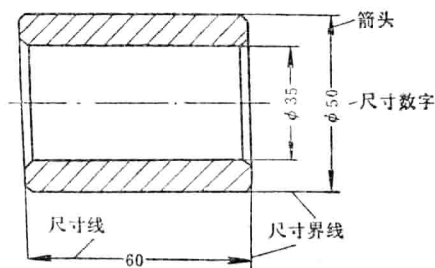
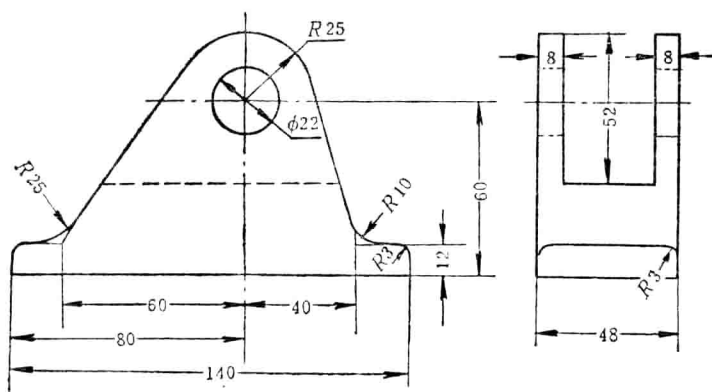
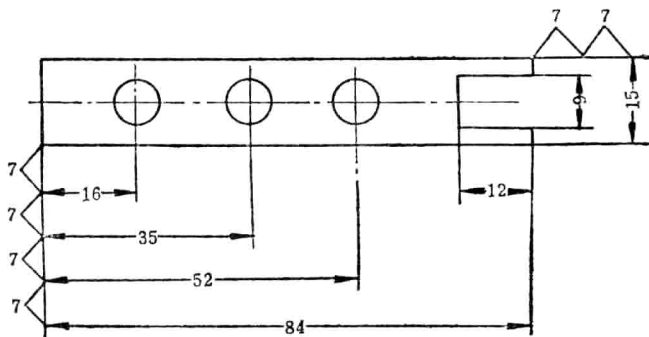

图3 尺寸的组成
图6 中心线和轮廓线作尺寸界线用的示例
图7 几条尺寸线相平行的画法
一个完整尺寸,应由尺寸界线、尺寸线、箭头和尺寸数字四部分组成,是为尺寸要素,如图3所示。以后提到尺寸时,就应该联想到这四个组成部分。
在斜面和平面的光滑过渡处标注尺寸时，尺寸界线必须自轮廓线延长部分的交点引出。有时零件的中心线和轮廓线也可用作尺寸界线，如图 6 所示。
2. 尺寸线 尺寸线是画在尺寸界线中间、中心线中间或轮廓线中间的细实线(参见图3和图6),用来表示尺寸的方向。线的粗细与尺寸界线一样,同为轮廓线的1/3或更细。尺寸线到轮廓线间的距离不可小于5毫米(建议取7~10毫米),并且应同所表示的线段相互平行。如果几条尺寸线相平行时,尺寸线间的距离最好画得相等,如图7所示。尺寸线中间可断开,以便填写尺寸数字。但也可不断开,这时,尺寸数字应填写在尺